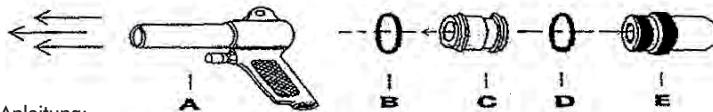
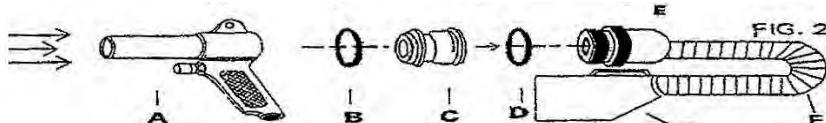

FIG. 1
FIG. 2
(1) Zum Blasen die Teile wie in Abbildung 1 montieren. Beim Blasen werden der Luftschauch und der Auffangbehälter nicht benötigt. So lässt sich das Gewicht reduzieren und die WONDER GUN besser bedienen.
(2) Zum Saugen die Teile wie in Abbildung 2 montieren. Die Steuerdüse C in Abbildung 2 muss entgegengesetzt wie in Abbildung 1 montiert werden. Beim Saugen werden der Luftschauch und der Auffangbehälter benötigt.